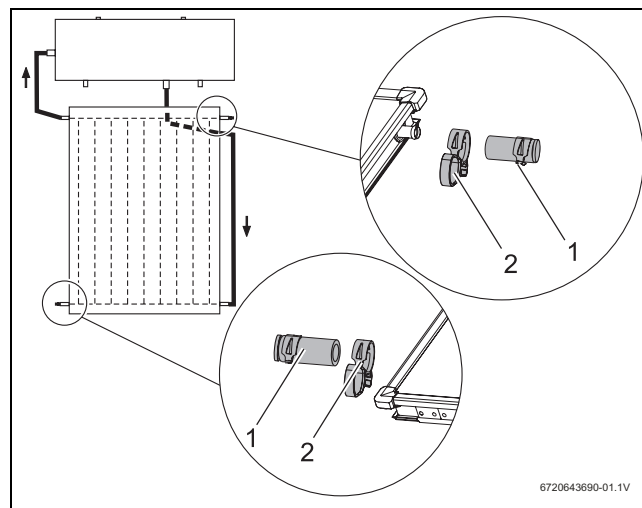

Fig. 55 Bride du compensateur avec anneau de sécurité et bouchon borgne prémonteré
- Insérer le bouchon borgne (→ fig. 55, [1]) avec bride du compensateur [2] sur les deux raccords libres du champ de capteurs.